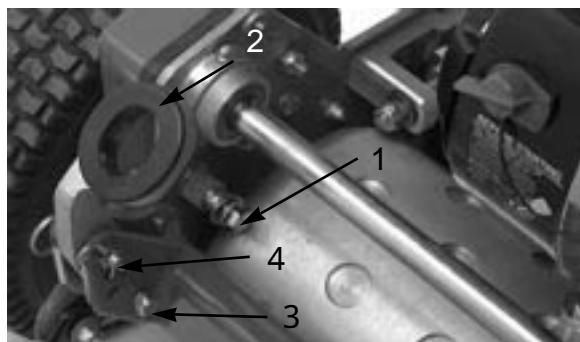

図 1
1. 機体両側の取り付けピンから、キャップスクリュ、ワッシャ、ロックワッシャを取る（図1）。
2. 機体両側から、ハンドル・アーム下部を固定しているキャップスクリュとロックナットを取る（図1）。
3. ハンドル・アームをフレーム後部に固定しているコッターピンとリングピンを取る（図1）。
4. ハンドルの各端をハンドル・アームの穴に差し込み、取り付けピンの穴をそろえる（図1）。
1. 機体両側のリングピンからコッターピン取る（図1）。
2. ハンドルを支えながら、リングピンを外し（機体両側とも）ハンドルの高さを決める（図1）。